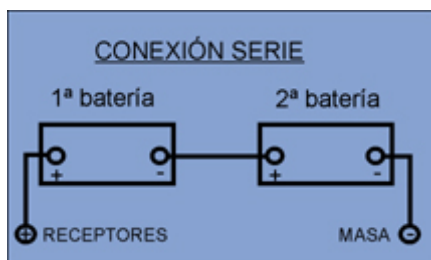

Fig. 3
- El negativo de la segunda a masa. **(Fig. 3)**